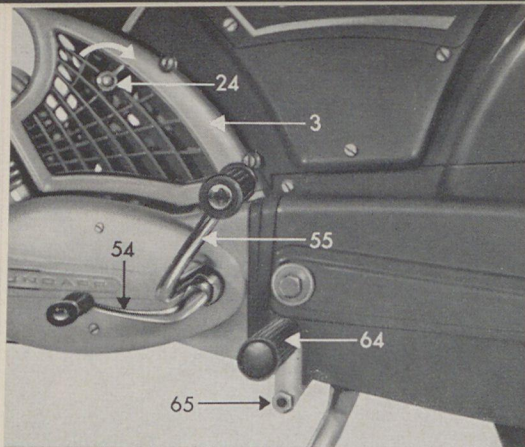
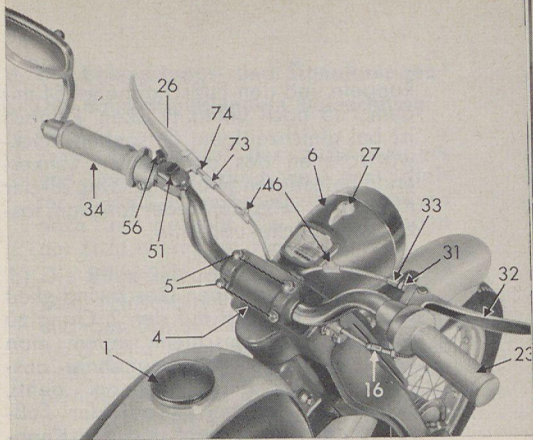

Bild 2
Bild 3
Der Tankverschluß 1 (Bild 3) wird durch Drehen nach links geöffnet und der Kraftstoff eingefüllt. Der Tankverschluß ist sauber zu halten. Es ist darauf zu achten, daß das Innere des Tanks nicht verunreinigt wird.
Das Starten des Motors geschieht wie folgt: Der Kraftstoffhahn 2 wird, wie in Ziffer 2 angegeben, geöffnet und der Gasdrehgriff 23 (Bild 3) durch Vorwärtsdrehen geschlossen. Danach ist der an der linken Vergaserverkleidung angebrachte Druckhebel 24 (Bild 2) in Pfeilrichtung zu bewegen. Er schließt den Startschieber im Vergaser, wodurch eine Gemischanreicherung hervorge-
Bei Fahrzeugen ohne Pedale, d. h. mit Fußrasten, wird der Kickstarterhebel 55 (Bild 2) durch Umklappen in Startstellung gebracht und nach hinten durchgetreten.
Der 1. Gang dient zum Anfahren und für Bergfahrten. Er wird eingeschaltet, indem man den Kupplungshebel 26 (Bild 3) zieht, d. h. auskuppelt und den Schaltdrehgriff 34 nach vorn dreht, bis der 1. Gang eingerastet ist. Als dann ist der Kupplungshebel 26 unter gleichzeitigem Gasgeben (Rückwärtsbewegung des rechten Drehgriffes) langsam loszulassen (einzukuppeln).
Vor dem Schalten ist stets der Kupplungshebel 26 (Bild 3) so weit als nur möglich zu ziehen. Es ist zweckmäßig, wenn man zwischen dem Einschalten eines Ganges und dem langsamen Loslassen des Kupplungshebels 26 eine kleine Pause einlegt, um ein vollständiges Einrasten des Ganges zu ermöglichen. Beim Schalten und besonders beim Zurückschalten darf kein Gang übersprungen werden.
Die Fußschaltung wird durch den am linken Motorgehäuse befindlichen Fußschalthebel 54 (Bild 2) betätigt.
Der 1. Gang dient zum Anfahren und für Bergfahrten. Zum Schalten vom Leerlauf auf den 1. Gang muß man den am linken Lenkerende befestigten Kupplungshebel 26 (Bild 3) ziehen, d. h. aus-
zu Bild 3
Vor dem Stillsetzen des Motors ist nochmals Gas zu geben. Nun wird ohne Gaswegnahme der Hebel des Licht- und Kurzschlußschalters 27 am Scheinwerfergehäuse 6 (Bild 3) nach rechts gedreht, wodurch die Zündung des Motors unterbrochen wird. Wenn der Motor steht, müssen Gasdrehgriff 23 und Benzinhahn 2 geschlossen werden. Das Gasgeben vor dem Stillsetzen des Motors bewirkt, daß der Motor beim nächsten Start (besonders im Winter) leichter anspringt und die Restgase aus dem Kurbelgehäuse ausgespült werden (Korrosionsschutz).
a) **Die dauerabgeblendete Beleuchtung** (Bild 3)
Zum Einschalten des Scheinwerfers und des Schlußlichtes wird der Schalter 27 (Bild 3) am Scheinwerfergehäuse nach links gedreht. Die Lampen geben nur Licht, wenn der Motor läuft.
b) **Die Bilux-Beleuchtung** (Bild 3)
Zum Einschalten des Scheinwerfers und des Schlußlichtes wird der Schalter 27 (Bild 3) am Scheinwerfergehäuse nach links gedreht. Das Auf- und Abblenden geschieht durch Betätigen des auf der linken Lenkerseite befestigten Abblendschalters 56 (Bild 3).
c) **Die Signalanlagen (Schnarre, Bild 3)**
Unterhalb des Scheinwerfers ist bei Kleinkrafträdern eine Schnarre eingebaut. Die Schnarre wird durch Druck auf den Knopf 51 (Bild 3) ausgelöst, der sich auf dem Abblendschalter 56 (Bild 3) befindet.
3. Der Lenker (Bild 3)
Der Lenker ist zwischen Scheinwerfergehäuse und abschraubbarem Lagerdeckel befestigt und kann nach Lösen der vier Sechskantschrauben 5 (Bild 3) vor- oder rückwärts gedreht werden. Dadurch wird sein Abstand zum Sattel bzw. zur Sitzbank vergrößert oder verkleinert. Nach dem Einstellen sind die Schrauben 5 über Kreuz wieder anzuziehen.
Abschließend ist das Spiel am Gasseil mittels der Stellschraube 16 (Bild 3) so zu korrigieren, daß am Gasdrehgriff 23 ein Spiel von ca. 1 mm vorhanden ist.